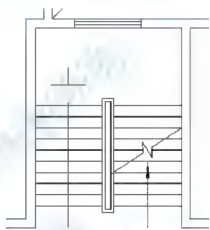

图 2.130 光标放在第一级踏步线
(3) 在指定下一个点或 [圆弧 (A)/ 半宽 (H)/ 长度 (L)/ 放弃 (U)/ 宽度 (W)]: 提示下, 将光标垂直向上拖动至如图 2.130 所示的位置, 然后单击, 绘出了下行第一段箭头杆。